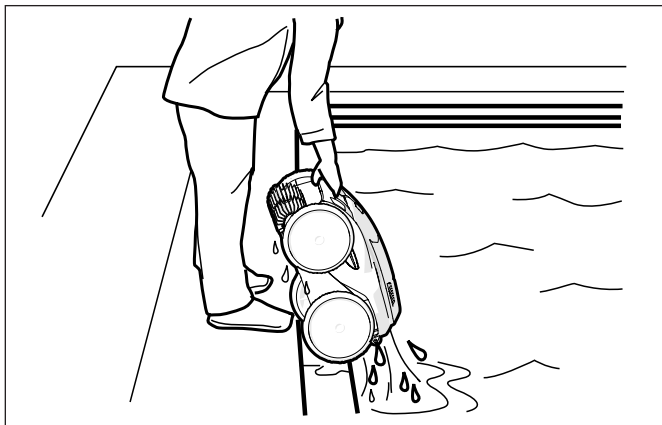

Figure 16. Gardez le nettoyeur vertical pour drainer l'eau
2. Tenez le robot à la verticale pour l'égoutter (Figure 16).